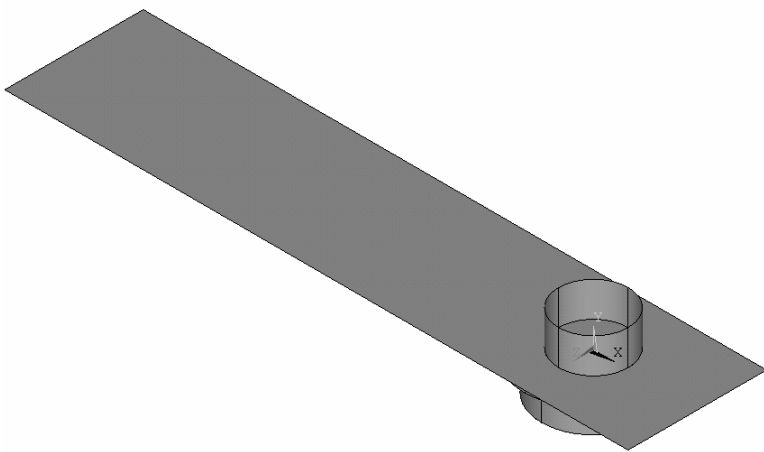

图 10-58 几何模型
(8) 依次选择 Utility Menu>PlotCtrls>Style>Colors>Reverse Video, 将图形窗口的背景变为白色, 以便后续操作中更清楚地观看视图(见图 10-58)。